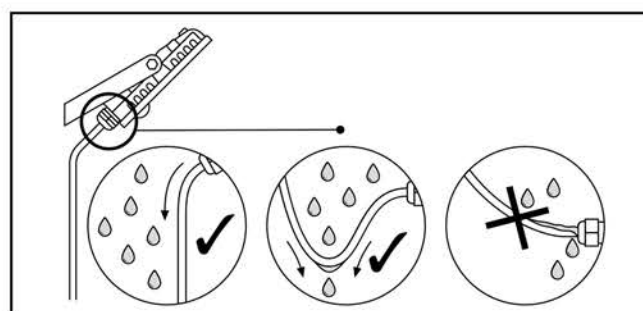

Рис. 5
- 5.9 Обратит внимание на правильность расположения кабеля относительно кабельного ввода на корпусе светильника (рис. 5).